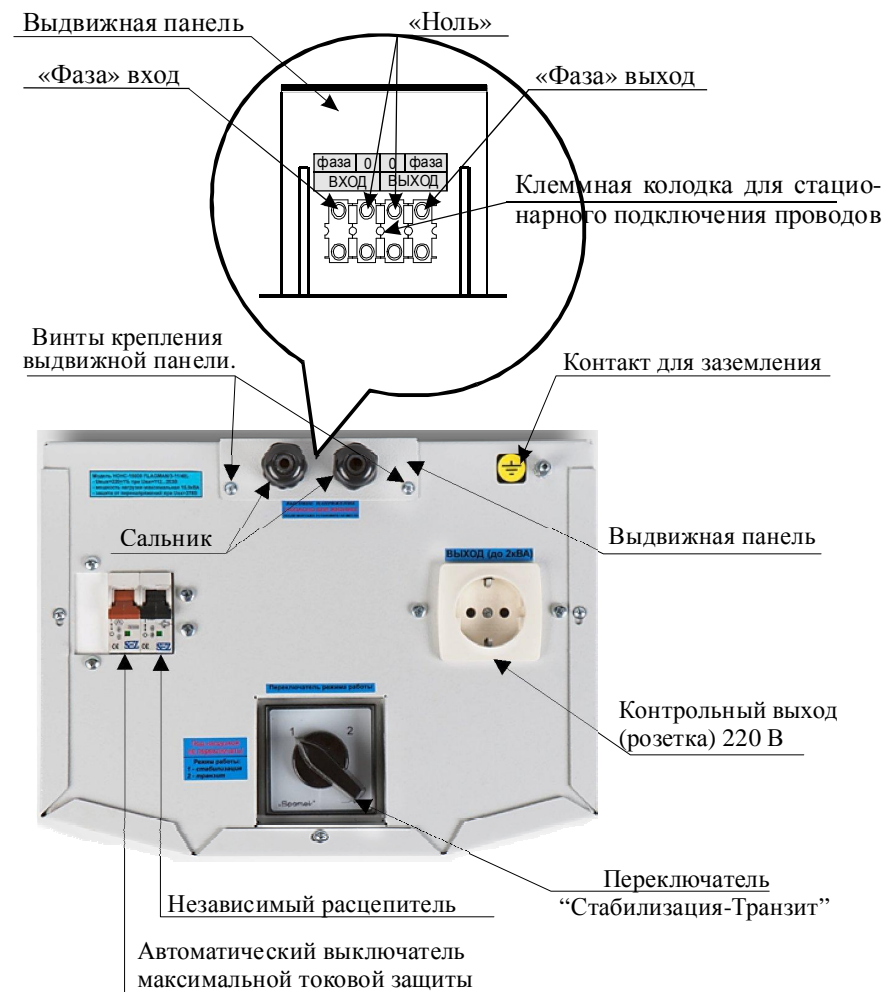
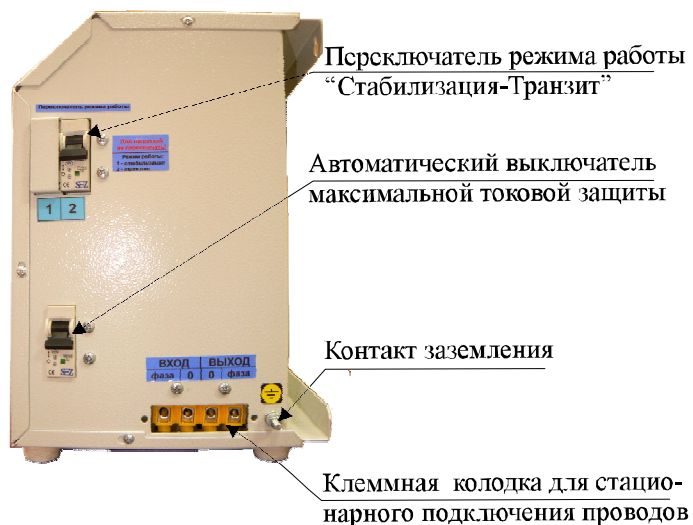
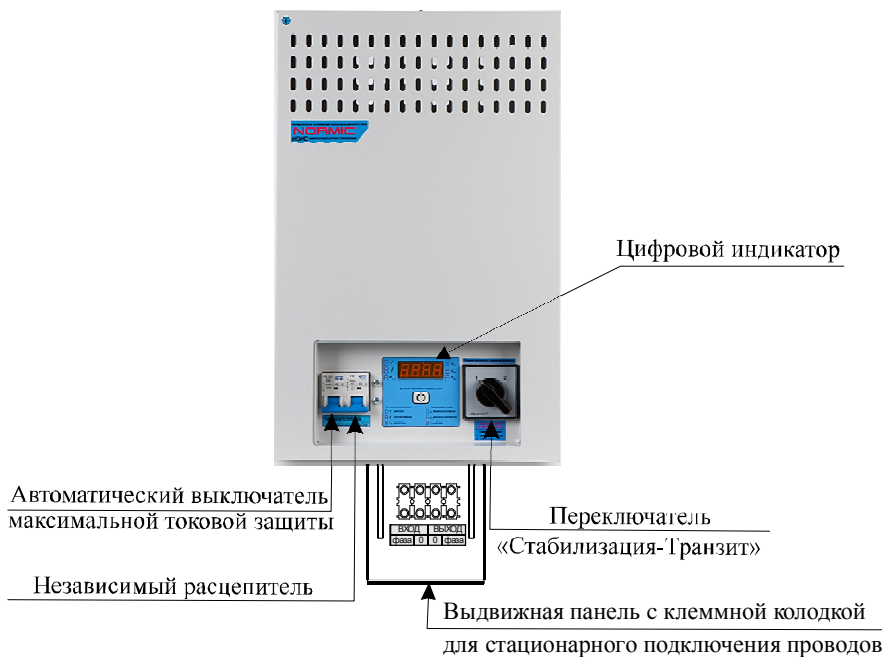

Рисунок 3. Общий вид верхней панели нормализаторов серии SHTEEL, CALMER и FLAGMAN
Рисунок 1. Общий вид нормализатора серии BREEZE
Рисунок 2. Общий вид нормализаторов серии NORMIC.
На корпусе нормализатора (рисунок 1, 2 и 3) расположены :
- монтажная клеммная колодка: на нормализаторах серии BREEZE на боковой части корпуса (рисунок 1); на нормализаторе серии NORMIC снизу (рисунок 2) и на серии SHTEEL, CALMER и FLAGMAN сверху (рисунок 3) находится выдвижная панель, с закрепленной на ней монтажной клеммной колодкой;